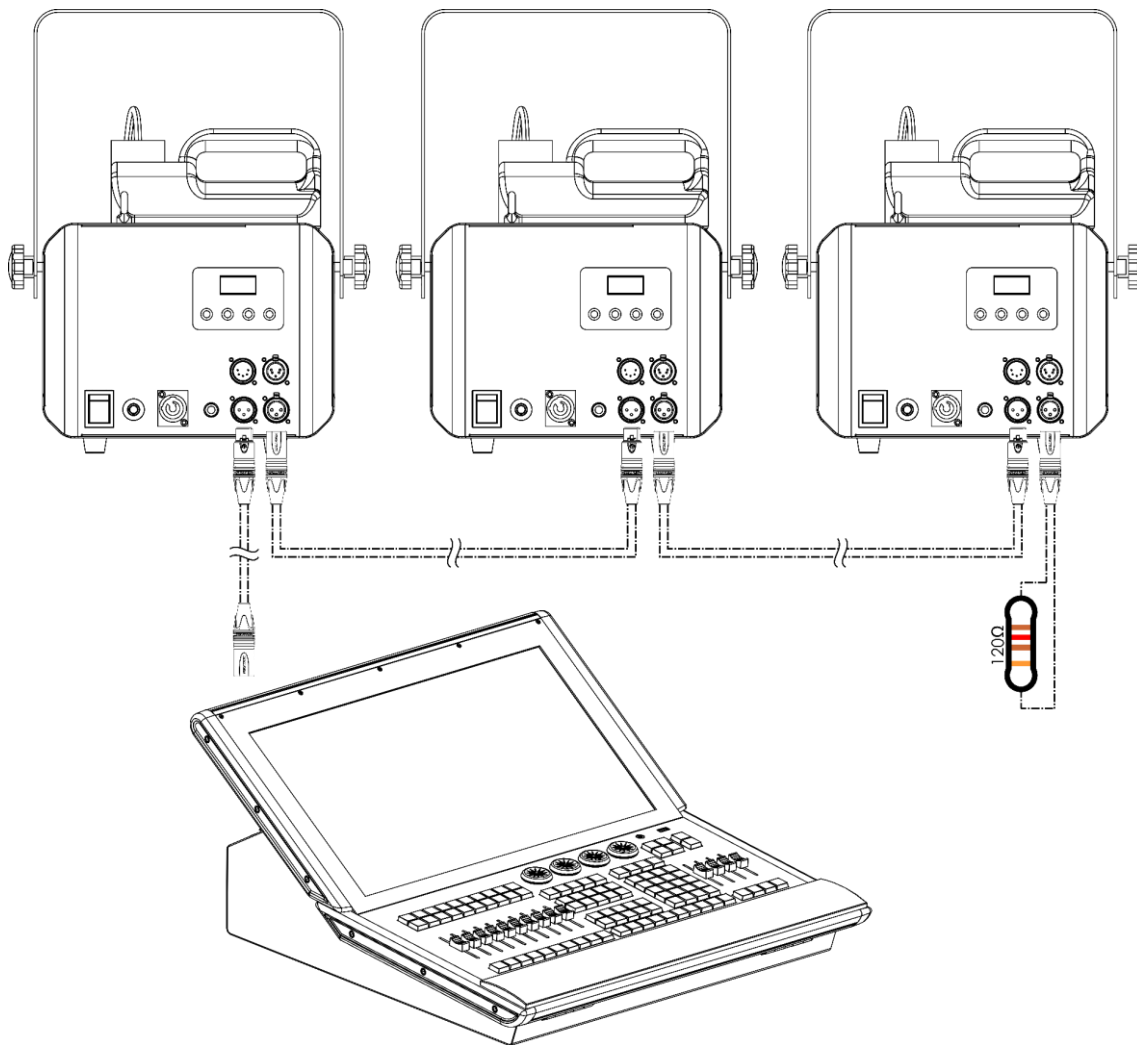

Abb. 07
- 03) Wiederholen Sie Schritt 2, um alle Geräte in einer Verkettung zu verbinden, wie in Abb. 07 gezeigt.